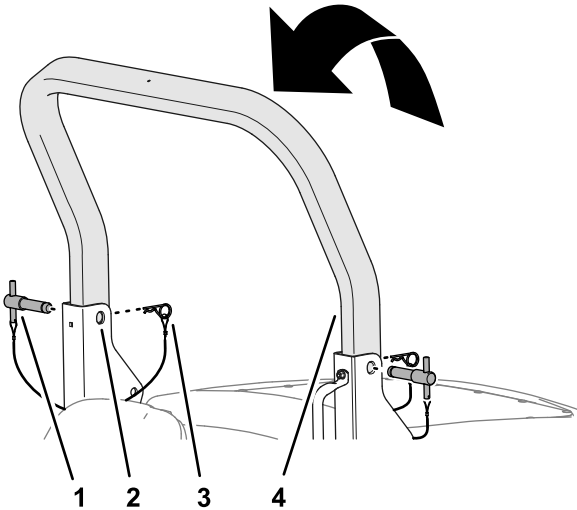

Figure 23
- Tirez la partie supérieure de l'arceau de sécurité vers le haut jusqu'à ce que les trous de l'arceau de sécurité soient en face des supports de pivot (Figure 23).
- Insérez les axes dans les trous supérieurs des supports de pivot et dans l'arceau de sécurité (Figure 23).
- Fixez les axes de l'arceau de sécurité dans les supports de pivot avec les goupilles fendues (Figure 23).